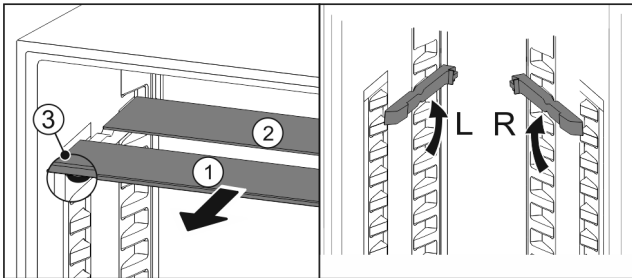

Fig. 189
- ▶ По одной извлеките Fig. 189 (1) стеклянные панели движением вперед.
- ▶ Стеклянная панель Fig. 189 (1) с декоративной планкой лежит спереди.
- ▶ Стопоры Fig. 189 (3) показывают вниз.